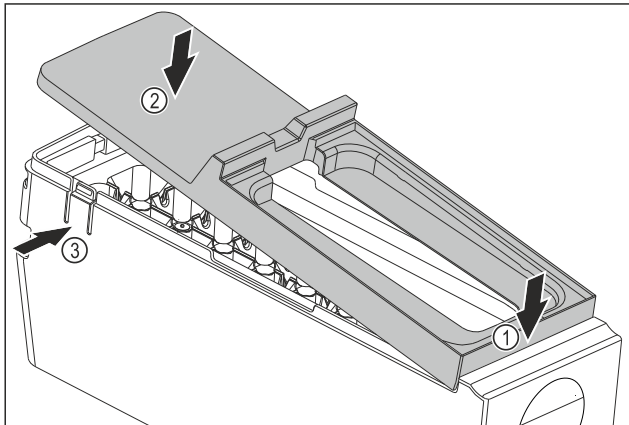

Fig. 139
- ▶ Montera skyddet på EasyTwist-Ice-enheten: Sätt in skyddet framtill. Fig. 139 (1)
- ▶ Sänk ned skyddet baktill. Fig. 139 (2)
- ▷ Skyddet hakar hörbart i båda skenor Fig. 139 (3).